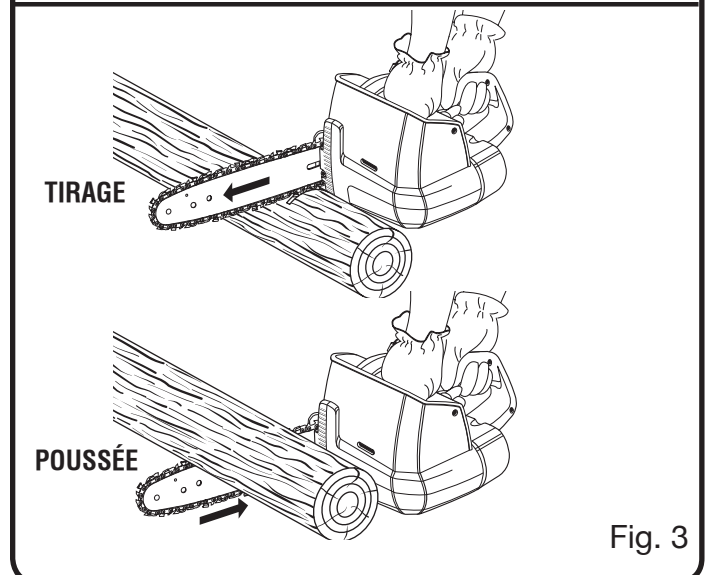

Fig. 3
■ **Poussée et traction** - La force de réaction s'exerce toujours dans le sens opposé à la rotation de la chaîne, au point de contact avec le bois. Par conséquent, l'opérateur doit être prêt à contrôler la **TIRAGE** lorsque la coupe est effectuée avec le bas du guide et la **POUSSÉE** lorsque la coupe est effectuée avec le haut du guide. Voir la figure 3.